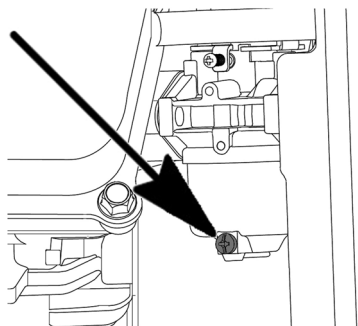

Рис. 24 Слив топлива с карбюратора PC5431F
2. Выкрутите болт сливного отверстия (Рис. 24) на 2-3 оборота и слейте топливо из поплавковой камеры карбюратора.